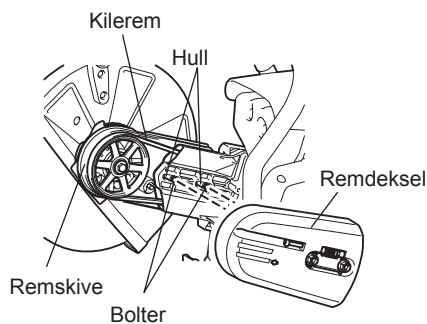

Fig. 6
- (6) Snu sagbladet som ble fjernet, før bolten gjennom huller og monter det igjen i posisjon B. Monter kileremmen på remskiven igjen. (Fig. 6)